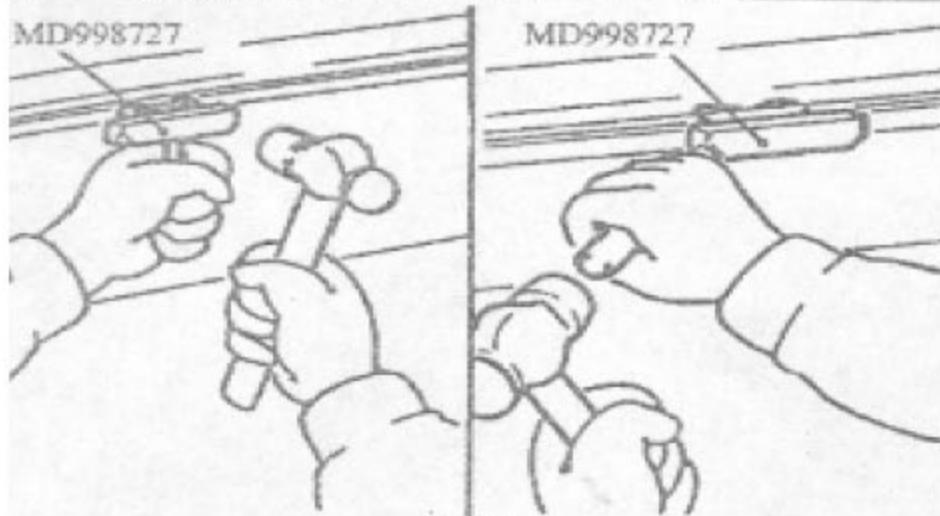

图 3-35
b). 如图 3-35 所示在油底壳与气缸体之间敲入专用工具。